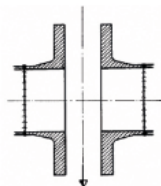

Abb. 3
3. Die Flanschschrauben wieder entfernen und die Absperrklappe ausbauen. Die Flansche an die Rohrleitung anschweißen (s. Abb. 3).